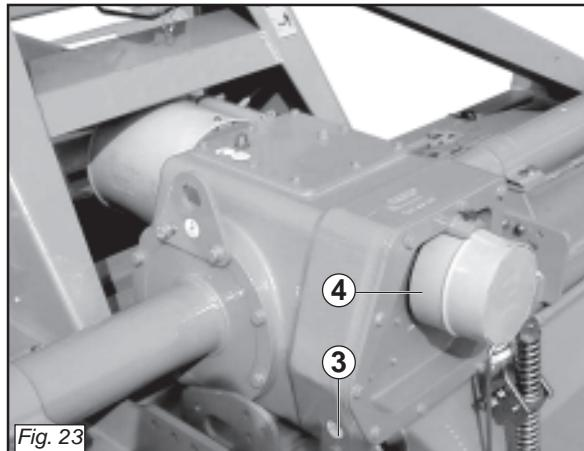

Fig. 23
La macchina è equipaggiata di un cambio a leva a tre velocità (Fig. 23) che in relazione alla coppia di ingranaggi posizionati posteriormente può fornire due gamme differenti di valori di rotazione dei motori portacoltelli.
Per cambiare velocità è necessario sfilare la coppiglia di sicurezza (1 Fig. 23), rimuovere l'asta (2 Fig. 23) che blocca in posizione la leva delle marce e quindi spostare la leva stessa nella selezione desiderata.
The machine is equipped with a three-speed lever operated gearbox (Fig. 23) which can supply two different ranges of spinning values for the blade rotors in relation to the pair of gears installed at the rear.
To change the speed, remove the safety split pin (1 Fig. 23), remove the rod (2 Fig. 23) that locks the gear lever in position and then move the lever itself to the desired position.
La máquina está equipada con un cambio de palanca de tres velocidades (Fig. 23) que en base al par de engranajes emplazados en posición posterior puede suministrar dos diversas gamas de valores de rotación de los motores porta-cuchillas. C'est un outil très efficace sur les terrains irréguliers, puisqu'il facilite l'ameublement du terrain, tout en maintenant constante la vitesse d'avancement du tracteur.
Pour changer de vitesse il faut retirer la goupille de sécurité (1 Fig. 23), déposer la tige (2 Fig. 23) qui bloque le levier de vitesses pour pouvoir le déplacer sur la sélection désirée. Ensuite remonter la tige et la goupille de sécurité.
- scaricare l'olio dalla scatola cambio svitando il tappo inferiore (3 Fig. 23);
- rimuovere il coperchio (4 Fig. 23) con cura per non danneggiare il paraolio posizionato in corrispondenza dell'albero della presa di forza uscente e l'anello OR;
- *drain the oil from the gearbox by unscrewing the lower plug (3 Fig. 23);*
- *remove the cover (4 Fig. 23) with care to prevent damage to the oil seal installed on a level with the output PTO shaft and the OR ring;*
- *Das Öl aus dem Getriebegehäuse ablassen, indem man den unteren Stopfen (3 Abb. 23) abschraubt.*
- *Den Deckel (4 Abb. 23) sorgfältig abnehmen, um die Oldichtung auf dem austretenden Zapfwellenstummel und den O-Ring nicht zu beschädigen.*
- *laissez sortir l'huile de la boîte de vitesses après avoir dévissé le bouchon en bas (3 Fig. 23);*
- *enlevez le couvercle (4 Fig. 23) en faisant attention à ne pas endommager le joint pare-huile qui se trouve au niveau de l'arbre de sortie de la prise de force et le joint d'étanchéité;*
- *descargar el aceite de la caja de cambios desenroscando el tapón inferior (3 Fig. 23).*
- *quitar la tapa (4 Fig. 23) con cuidado para no dañar el guardagotas emplazado en coincidencia con el eje de la toma de fuerza de salida y el anillo OR.*